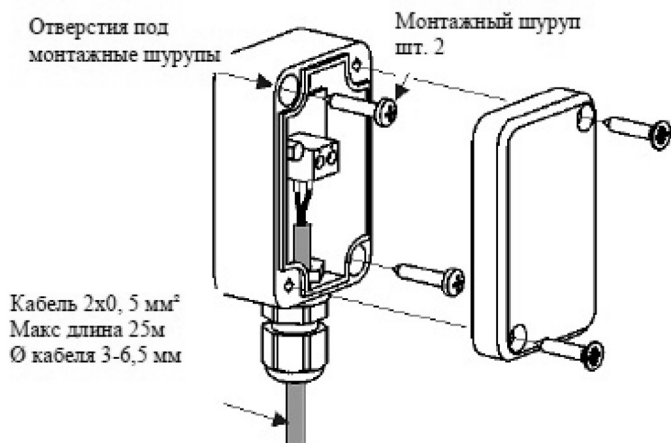

Рисунок 11 - Датчик температуры улицы
13. При необходимости установите датчик температуры улицы (Рис.11). Подробнее о подключении датчиков описано в руководстве на пульт управления.